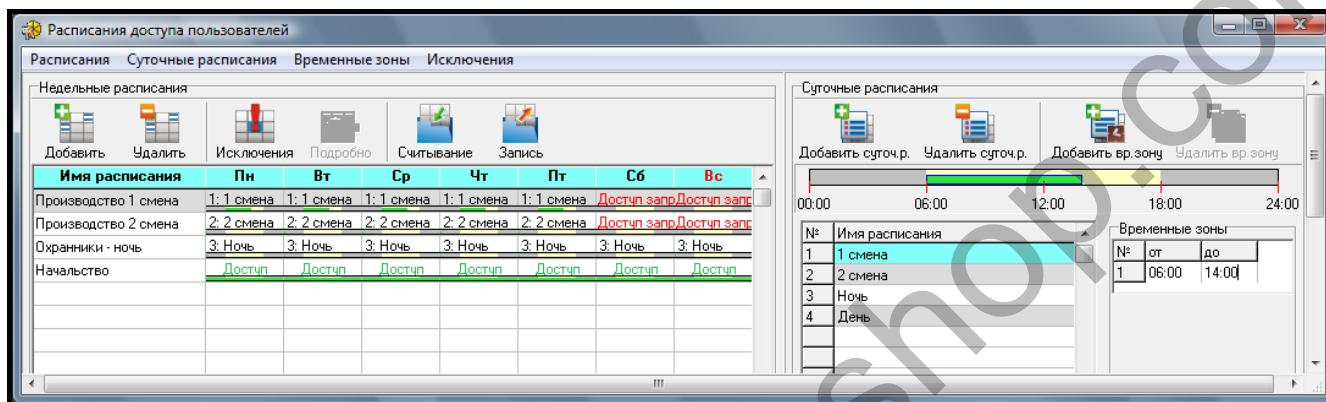
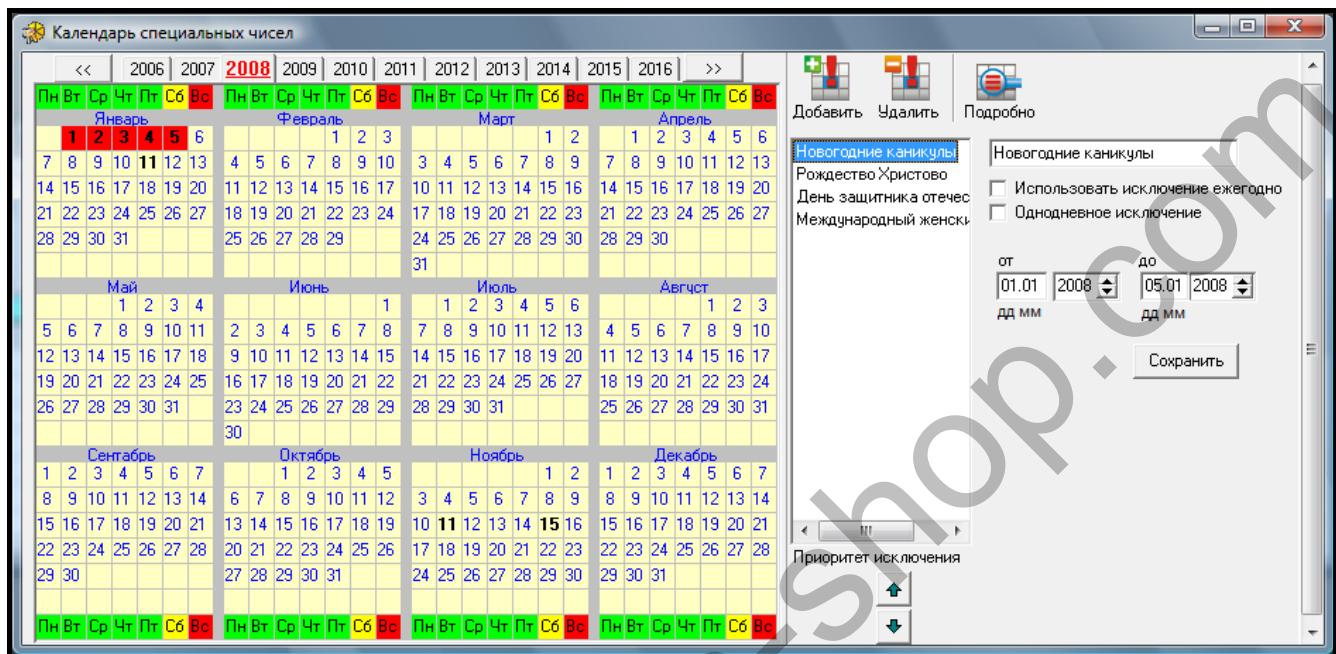

Рис. 31. Окно с расписаниями доступа.
Рис. 32. Окно с календарем специальных чисел.
- Кликните по кнопке РАСПИСАНИЯ, доступной в главном меню программы (см.: рис. 22). Откроется окно РАСПИСАНИЯ ДОСТУПА ПОЛЬЗОВАТЕЛЕЙ (см.: рис. 31).
1. Кликните по кнопке ИСКЛЮЧЕНИЯ, доступной в окне РАСПИСАНИЯ ДОСТУПА (см.: рис. 31). Откроется окно КАЛЕНДАРЬ СПЕЦИАЛЬНЫХ ЧИСЕЛ (см.: рис. 32).